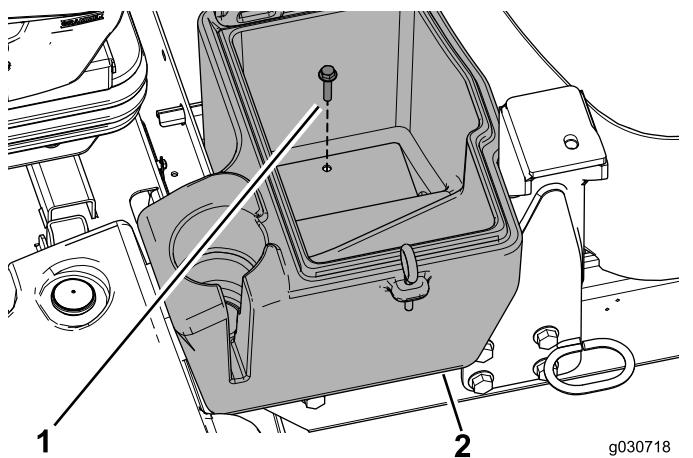

Bild 22
- Befestigen Sie das Ablagefach mit der Schraube (5/16" x 1-1/2") an der Maschine (Bild 22).